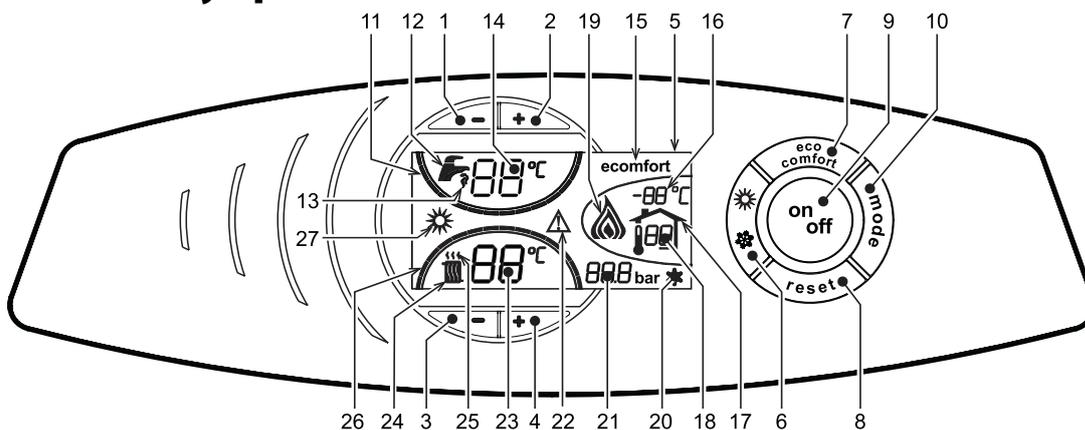
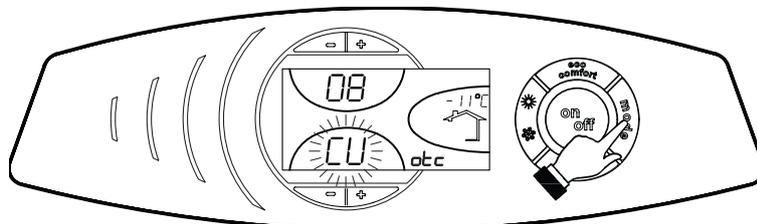
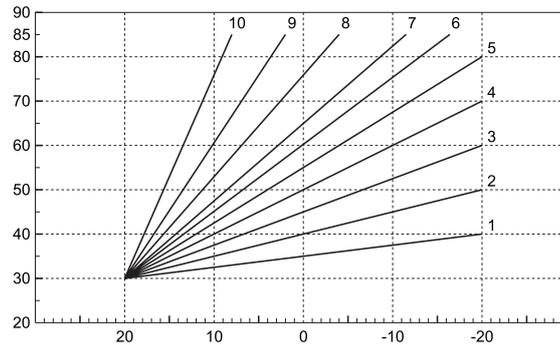
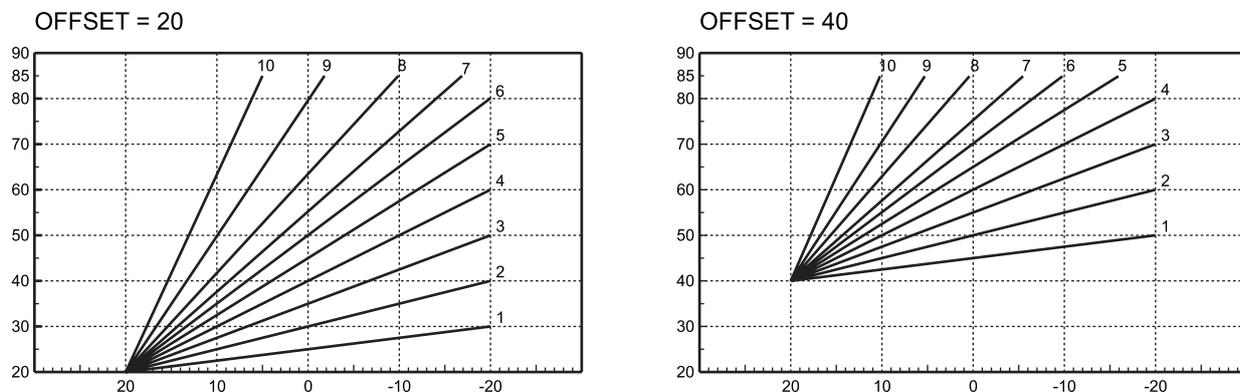

рис. 1 - Панель управления
рис. 11 - Кривая компенсации
рис. 13 - Компенсационные характеристики
рис. 14 - Пример параллельного смещения компенсационных характеристик
О поступлении команды на включение отопления (от комнатного термостата или от пульта ДУ) предупреждает мигание индикатора теплого воздуха, над радиатором (поз. 25 - рис. 1).
Индексные метки с подсветкой системы отопления (поз. 26 - рис. 1) загораются по мере приближения измеряемой датчиком температуры к заданному значению.
1. О поступлении команды включения котла на нагрев бойлера, генерируемой при остывании воды в бойлере, предупреждает мигание соответствующего индикатора (поз. 13 - рис. 1). **Убедитесь, что функция Comfort включена (поз.15 - рис. 1)**
Индексные метки с подсветкой системы ГВС (поз. 11 - рис. 1) загораются по мере приближения измеряемой датчиком температуры к заданному значению.
При включенной системе нагрева воды в бойлере (заводская установка) на дисплее отображается символ режима COMFORT (поз. 15 - рис. 1); наоборот, если система нагрева выключена, на дисплее высвечивается символ режима ECO (поз. 15 - рис. 1)
Бойлер может быть выключен пользователем (режим ECO) путем нажатия кнопки (поз. 7 - рис. 1).
Для включения режима COMFORT снова нажмите клавишу (поз. 7 - рис. 1).
Символ пламени на дисплее (поз.19 - рис. 1) моргает.
Нажмите клавишу  (поз. 9 - рис. 1) в течение 1 секунды.
Для повторного включения котла вновь нажмите клавишу  (поз. 9 рис. 1) в течение 1 секунды.
- Нажмите кнопку ВКЛ/ВЫКЛ (поз.9 - рис. 1)
Нажмите клавишу  (поз. 6 - рис. 1) в течение 1 секунды.
На дисплее высвечивается символ «Лето» (поз. 27 - рис. 1). При этом котел будет работать только на контур ГВС. Система защиты от замерзания остается активной.
Для переключения в режим «Зима» вновь нажмите клавишу  (дет. 6 - рис. 1) в течение 1 секунды.
Температура в системе отопления регулируется в пределах от 30 °C до 90 °C с помощью клавиш  (поз. 3 и 4 рис. 1); однако, не рекомендуется эксплуатировать котел при температуре ниже 45 °C.
Температура воды в бойлере ГВС регулируется в пределах от 10°C до 65°C с помощью клавиш  (поз. 1 и 2 - рис. 1).
При наличии датчика уличной температуры (опция) на дисплее панели управления (поз. 5 - рис. 1) отображается измеряемая этим датчиком температура. При этом система управления котлом работает в погодозависимом режиме. В этом режиме температура воды, подаваемой в систему отопления, регулируется в зависимости от уличной температуры с тем, чтобы обеспечить максимальный комфорт и экономию энергетических ресурсов в течение всего отопительного сезона. Так, при повышении уличной температуры понижается температура подачи воды в систему отопления, что производится по установленной «кривой компенсации».
С переключением в погодозависимый режим величина температуры, устанавливаемой клавишами  (поз. 3 и 4 - рис. 1) соответствует максимальной температуре подачи воды в систему отопления. Рекомендуется устанавливать максимальное значение заданной температуры с тем, чтобы позволить системе регулировать изменение температуры во всем диапазоне значений.
При однократном нажатии кнопки  (поз. 10 - рис. 1) на дисплее выводится текущая компенсационная характеристика (рис. 11), которую можно изменить с помощью кнопок задания температуры воды ГВС  (поз. 1 и 2 - рис. 1). Измените конфигурацию кривой в пределах от 1 до 10 в зависимости от характеристики (рис. 13). При задании значения 0 функция регулировки в режиме плавающей температуры исключается.
При одновременном нажатии кнопок регулировки температуры отопления  (поз. 3 и 4 - рис. 1) открывается доступ к параллельному смещению характеристик (рис. 14), с помощью кнопок регулировки температуры в контуре ГВС  (поз. 1 и 2 - рис. 1).
Для выхода из режима параллельного смещения кривых еще раз нажать клавишу  (поз. 10 - рис. 1).
Если к котлу подключено устройство дистанционного управления (опция), вышеописанные операции могут производиться только так, как указано в таблице 1. При этом на дисплее пульта управления (поз. 5 - рис. 1) высвечивается температура в помещении, измеряемая встроенным температурным датчиком устройства управления.